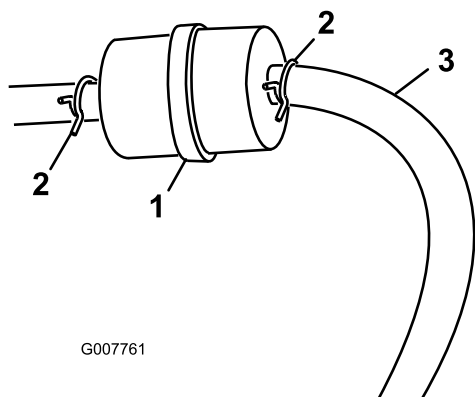

図 26
3. 古いフィルタのクランプをゆるめて脇に寄せる(図 26)。
5. 新しいフィルタをホースに取り付け、クランプで固定する(図 26)。
3. 燃料フィルタについているクランプをゆるめ、フィルタからはずす(図 26)。
4. 燃料フィルタから燃料ホースを抜き取る(図 26)。
**注** 落ちてくる燃料を燃料容器または廃油受けに受ける(図 26)。
5. フィルタに燃料ホースをつなぎ、クランプで固定する(図 26)。